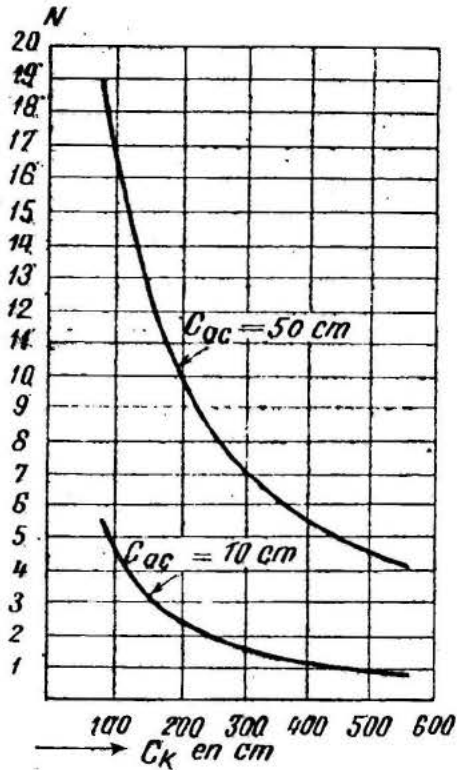

Figure 24.
La figure 24 nous montre les courbes de variation de N en fonction de la capacité C_k . Nous voyons que le coefficient d'amplification diminue brusquement lorsque C_k augmente, c'est-à-dire lorsque la longueur d'onde augmente aussi. Remarquons cependant que la dépendance de N de l'accord sera la même pour toutes les gammes, étant donné que la fréquence ne figure pas dans la formule (3).